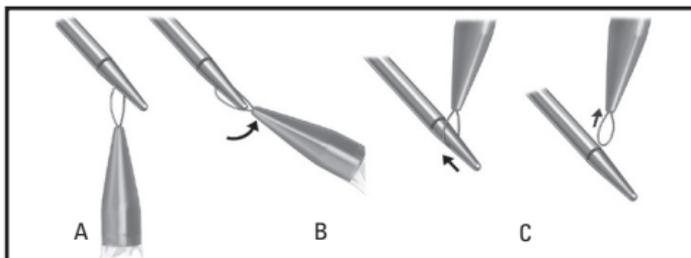

Figure 7. Retrait de la boucle d'association
8. Retirer les boucles d'association des aiguilles (Figure 7).